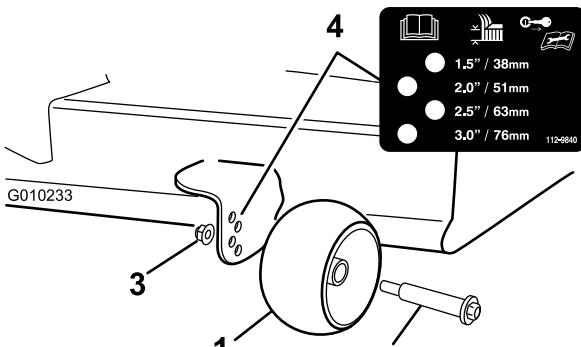

Figura 22
- Ajuste los rodillos protectores del césped según se muestra en Figura 22 a la posición de altura de corte más próxima.